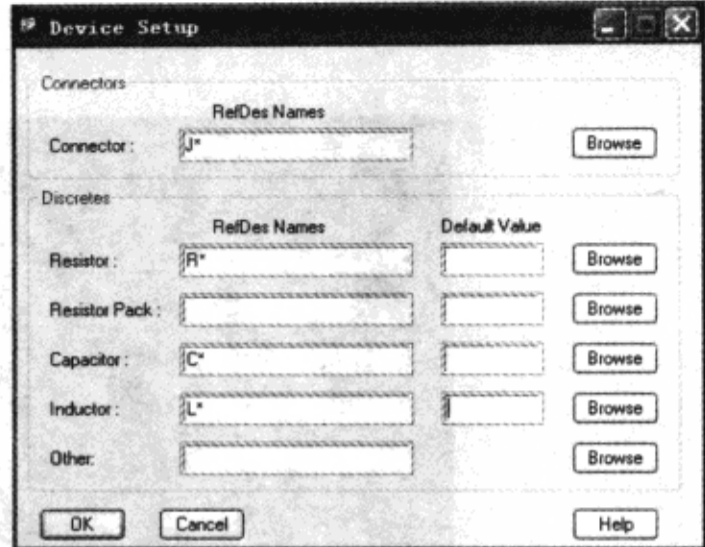

图 10-7-20 元器件设置
(2) 在“Device Setup”对话框中做如图 10-7-20 所示的设置，单击“OK”按钮。